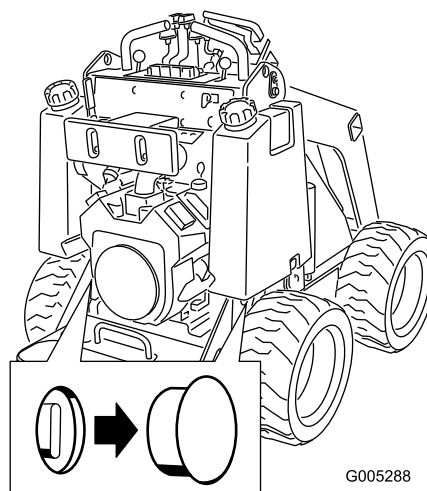

Bild 12
2. Entfernen Sie die Abdeckungen aller Schleppventile (Bild 12).